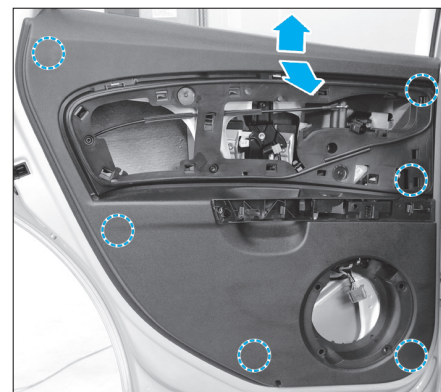

Fig. 66
- Extraire la garniture de la portière, en forçant légèrement vers le haut tout en tirant vers soi (Fig.66).